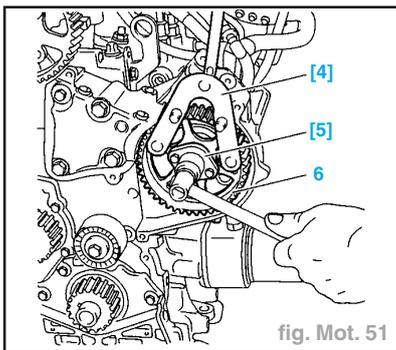

fig. Mot. 51
- Poser l'outil [5] (bride réf. 6028T) (fig. Mot. 51).